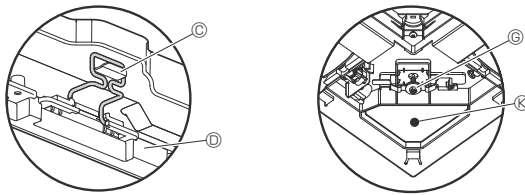

Fig. 7-7
- Nach dem Festziehen der Schraube prüfen, dass die beiden Gitterhaken (Fig. 7-7) in den Haken am Hauptgerät eingerastet sind.